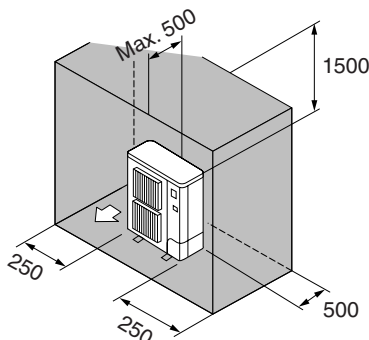

Fig. 2-7
- ⑥ Alleen obstakels aan de achter- en bovenzijde en de zijkanten (Fig. 2-7)